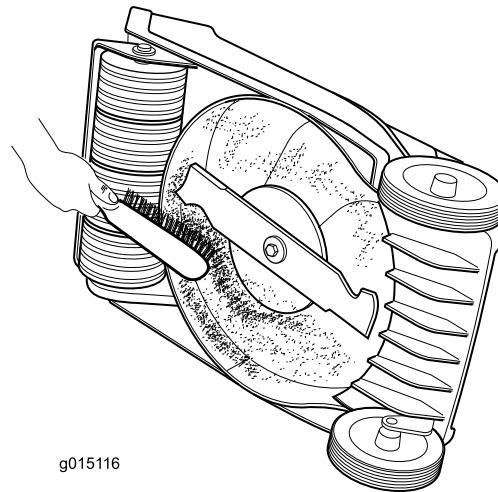

Bild 17
- Reinigen Sie die Unterseite des Maschinengehäuses. Entfernen Sie die Schmutz- und Schnittgutrückstände mit einem Hartholzsabber bzw. einer Bürste (Bild 17).